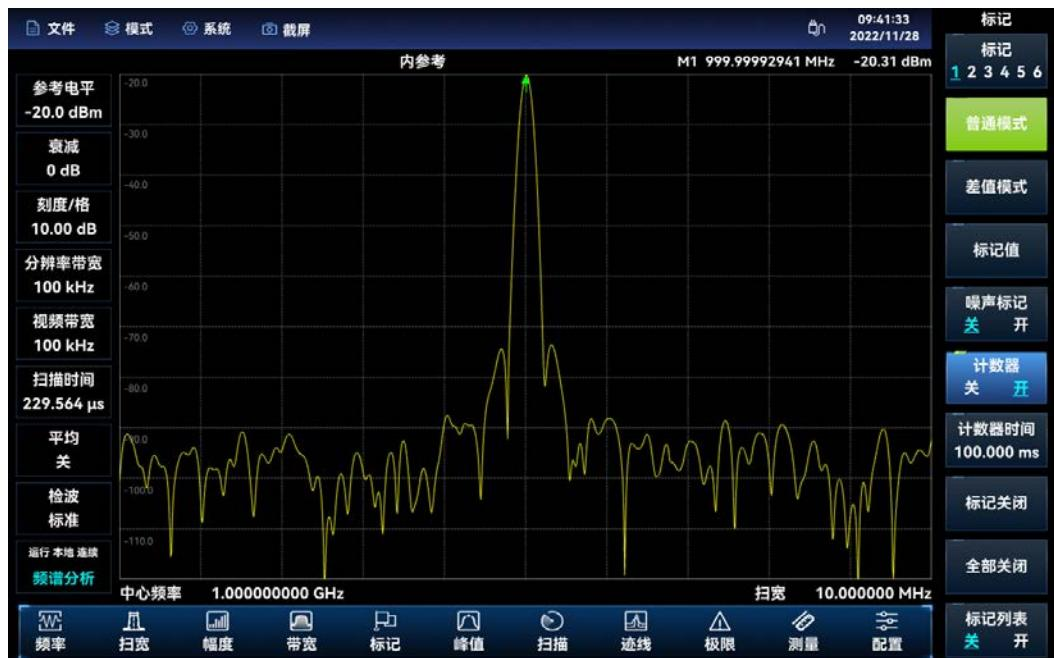

图 3.6 利用标记功能提高频率测量精度
- 按【峰值】，使标记位于信号频率上，观察此时标记读数，频率项的数值分辨率可达 0.01Hz。如图 3.6 所示。